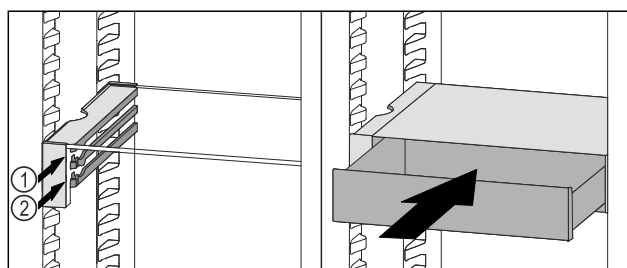

Fig. 130
- ▶ Założyć szufladę VarioSafe za stoperami na wybranych żebrach *Fig. 130 (1)* lub *Fig. 130 (2)*.